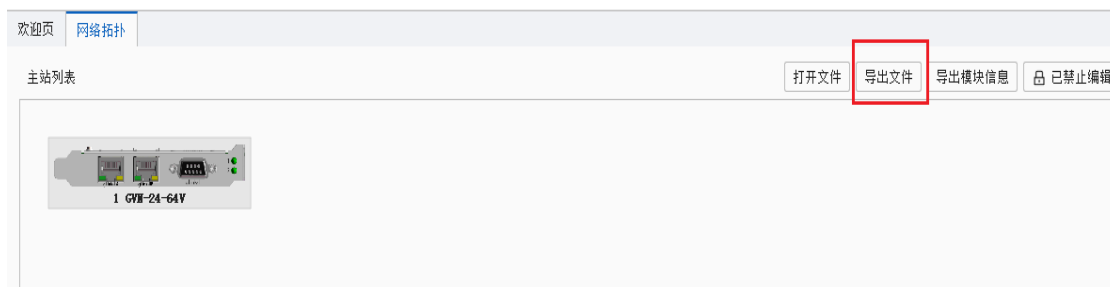

图 5-3 “网络拓扑”界面
- (2) 在“网络拓扑”点击“导出文件”按钮，如图 5-3 所示。选择路径保存 xml 文件。